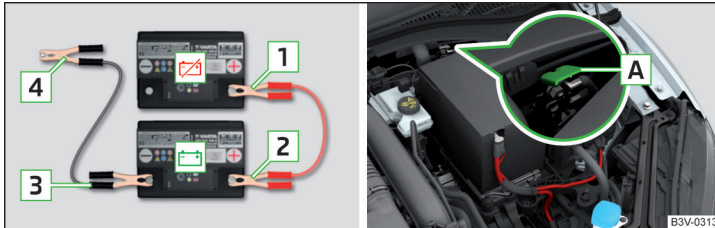

Abb. 336 Starthilfe: - entladene Batterie, - Stromgebende Batterie / Massepunkt des Motors beim START-STOPP-System
- Bei Fahrzeugen mit dem START-STOPP-System die Klemme am Massepunkt des Motors befestigen » Abb. 336.